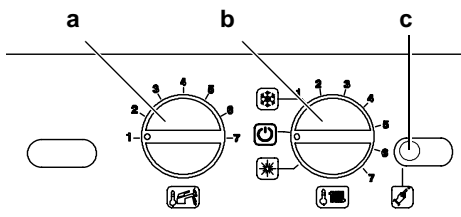

**Figura 5.35** Settaggio manopola di programmazione.
- 5 Impostare il valore ruotando la manopola **a** in *Figura 5.35* da un minimo di **30** (la sequenza **P15** si alterna **30**)